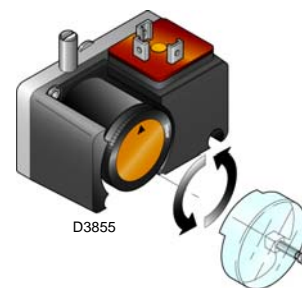

Fig. 24
- Regular o pressostato para o controlo de estanquidade (Kit PVP)(Fig. 24), se presente, de acordo com as instruções fornecidas com o próprio Kit.